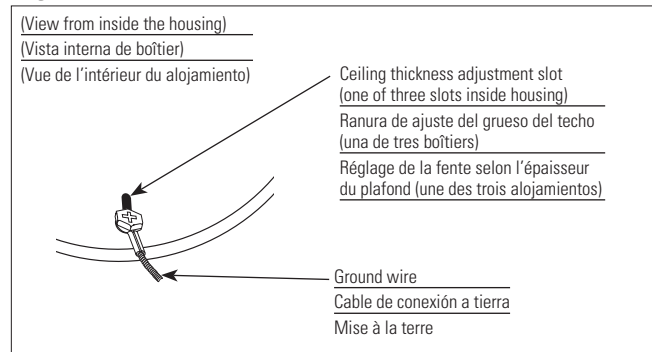

Fig. 3
- Use supplied #8 nut on existing stud (Fig. 3).
- Utilisez l'écrou no 8 fourni sur le plot de contact existant (Fig. 3)
- Utilice la tuerca n° 8 provista en el pasador existente (Fig. 3).